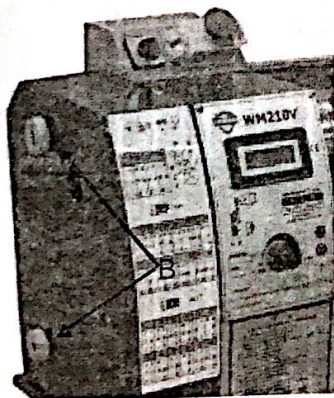

图 15
1. 拧下两个滚花螺母 (B, 图 15), 取下车头防护罩, 松开张紧轮后面的螺母。